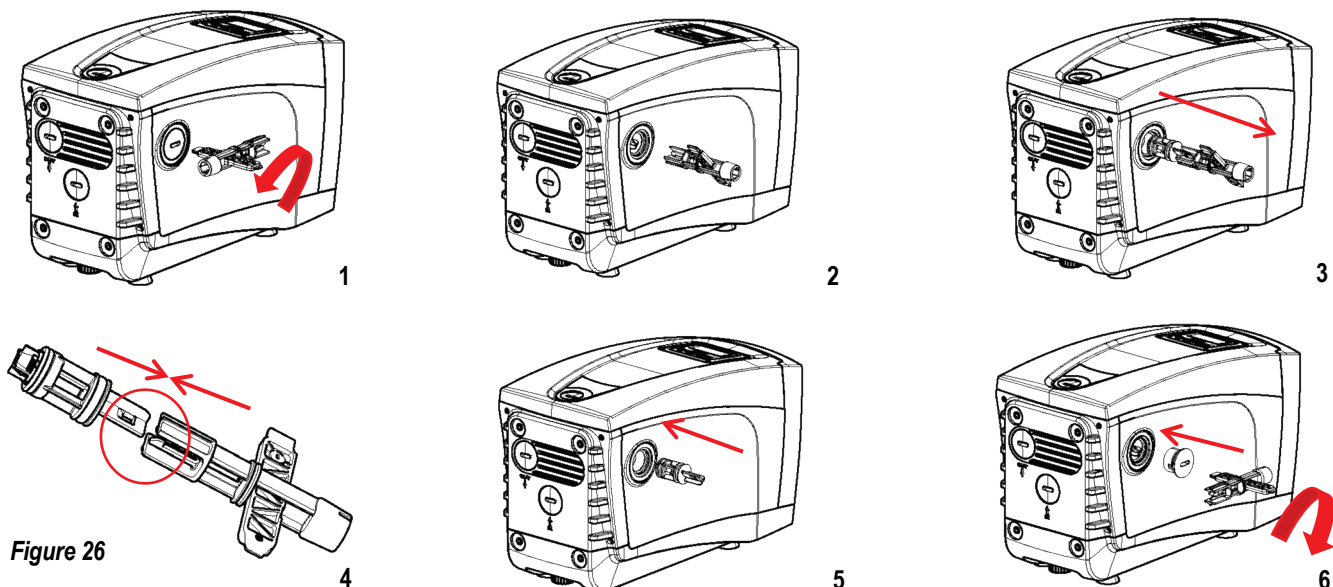

Figure 26
Le système comprend un clapet de non-retour intégré nécessaire à son bon fonctionnement. La présence de corps solides ou de sable dans l'eau pourrait provoquer le dysfonctionnement du clapet et donc du système. Bien qu'il soit recommandé d'utiliser de l'eau claire et de prévoir éventuellement des filtres à l'entrée, en cas de fonctionnement anormal du clapet de non-retour, séparer celui-ci du système, le nettoyer et/ou le remplacer en procédant comme suit: (Fig.26):
1. retirer le bouchon d'accès de l'arbre moteur comme illustré à la Fig.26;